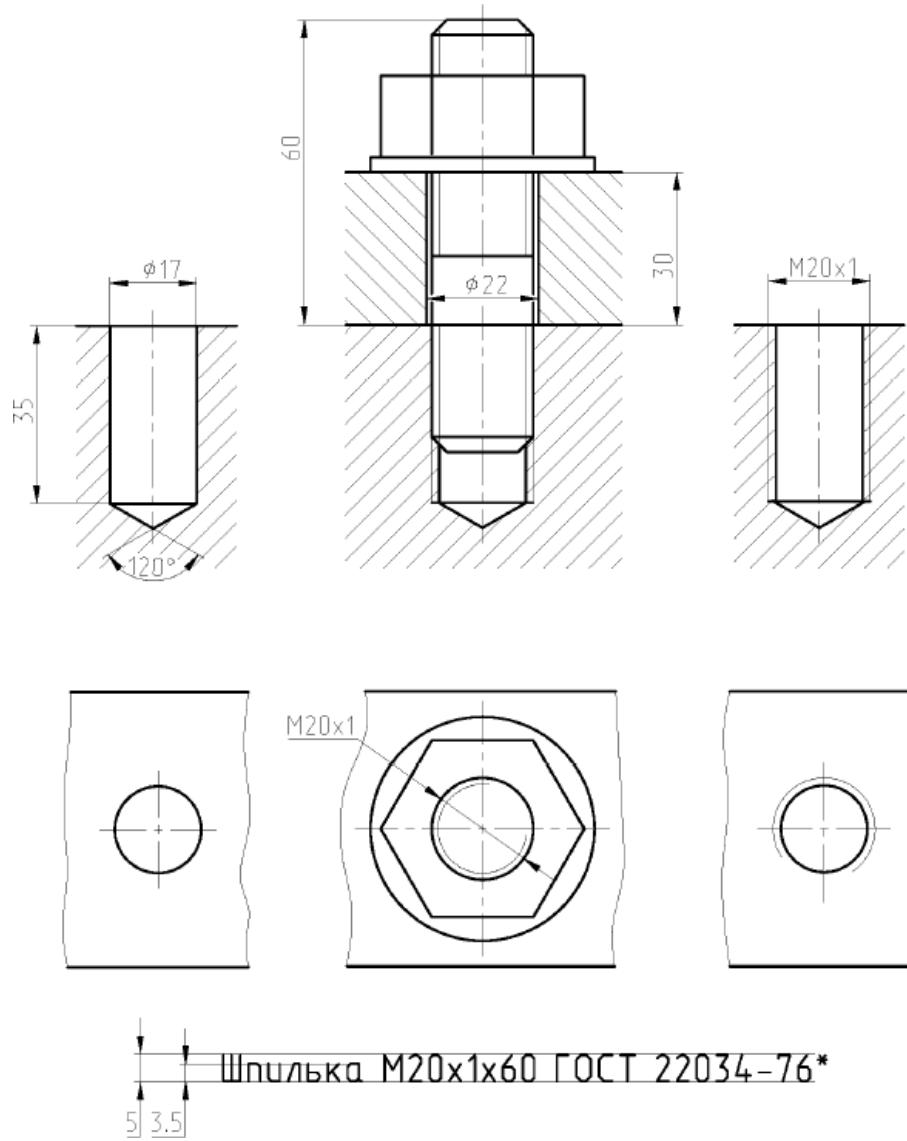

Рис.7. Образец выполнения задания шпилечного соединения
1. Шпилечное соединение требуется вычертить в двух изображениях: главный вид с фронтальным разрезом и вид сверху. Вычертывают также глухое сверленое отверстие и глухое отверстие с резьбой(рис.7).
9. По образцу, приведенному на рис. 7 проставить необходимые